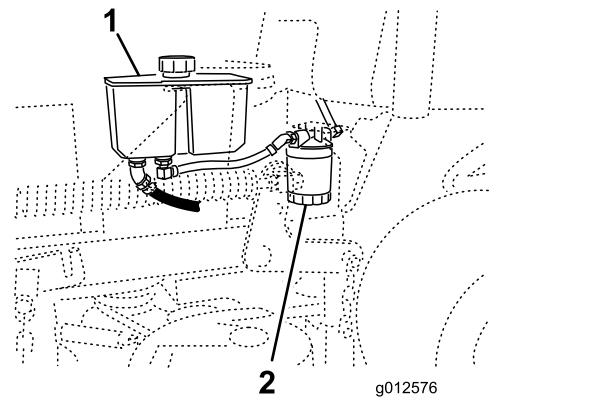

Figure 70
3. Trouvez le filtre et placez un bac de vidange au-dessous (Figure 70).